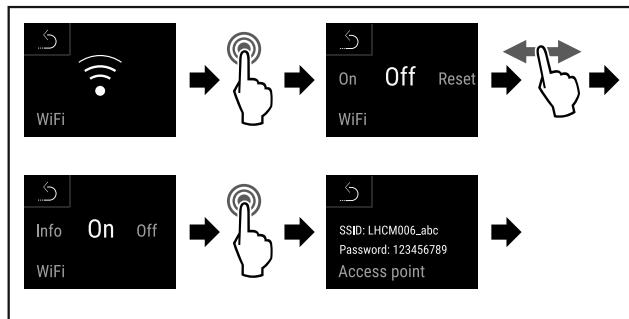

Fig. 117
- Seguir los pasos de procedimiento (consulte Fig. 117).